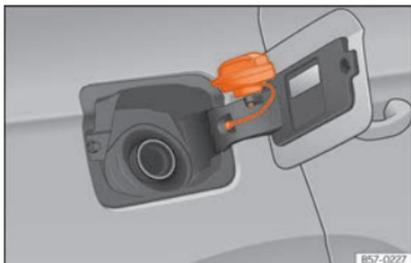

Fig. 215 Tampa do depósito com o tampão encaixado.
- Coloque-a no espaço existente na dobradiça da tampa aberta »» Fig. 215.